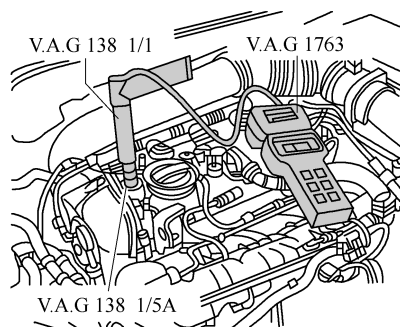

图 2-2-6 检测气缸压缩压力
4) 用压缩压力检测仪 V. A. G1763 和适配接头 V. A. G1381/1、适配接头 V. A. G1381/5A 检测压缩压力，如图 2-2-6 所示。